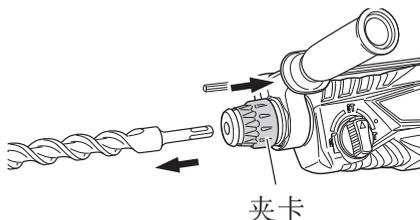

图 2
- (3) 拉钻头以检查是否完全插紧。
(4) 卸下钻头时，首先请按箭头所示方向将夹卡完全拉出，然后将钻头从夹卡上拉下。(图 2)